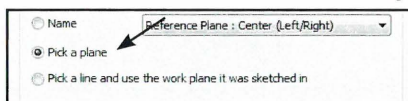

Fig. 08.85. **Pick a Plane**.
- Tryk **Pick a Plane** (Fig. 08.85) og derefter **OK**.